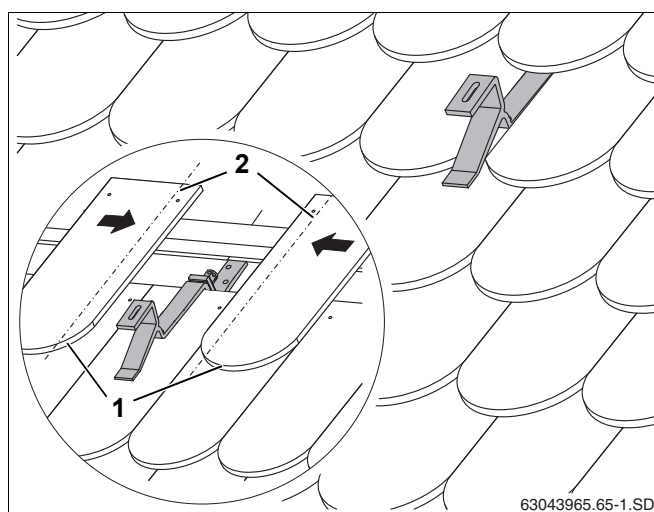

Рис. 20 Кровельный крюк на крыше, покрытой черепицей
- Обрежьте примыкающую плоскую черепицу (рис. 20, поз. 1) (по штриховой линии, Рис. 20, поз. 2).